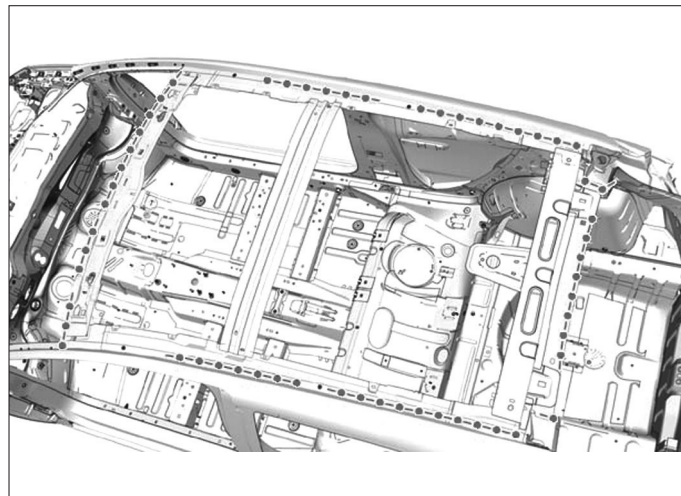

FIG. 127
- Préparer les zones d'accostage des pièces à assembler (Fig.127).